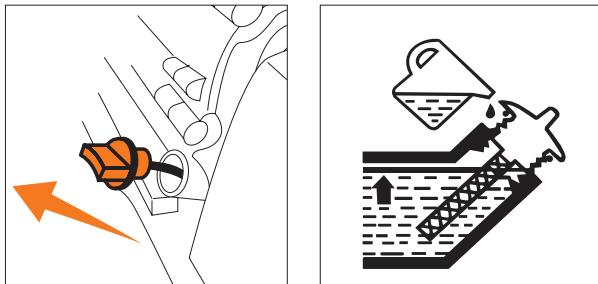

Рис. 6
- Отверните крышку маслоналивной горловины (Рис. 6) из картера двигателя, достаньте щуп.
- Если уровень масла меньше нижней линии (L) на щупе, долейте масло до верхней линии (H) в картер двигателя через маслозаливную горловину.